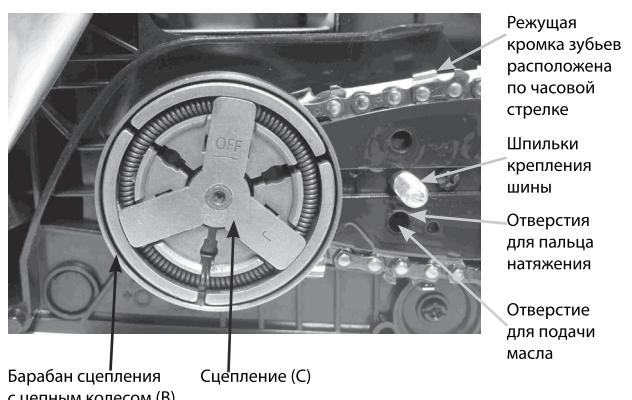

Рис.4
- Установите шину на шпильки как показано на Рис.4.
- Поместите цепь на зубья цепного колеса (B),расположенного позади сцепления (C). Удовстверьтесь в правильном положении цепи на звездочке.(рис. 4). Установите цепь на шине таким образом , чтобы зубья цепи своими режущими кромками были расположены вперед по ходу движения цепи, т.е. по часовой стрелке.
Барабан сцепления (В рис.4) мгновенно блокируется и цепь останавливается.
- Чистоту отверстия смазочного канала на шине (Рис.4) При необходимости почистить.